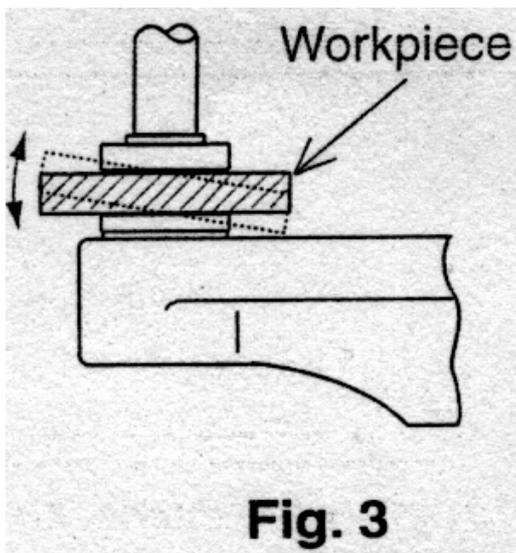

Fig. 3
- Инструмент может быть неспособен соответствующим образом фиксировать большие измеряемые объекты (рис.3), что может привести к разбросу снимаемых показаний. Если измеряемый объект является большим, зафиксируйте его положение рукой или другим способом.